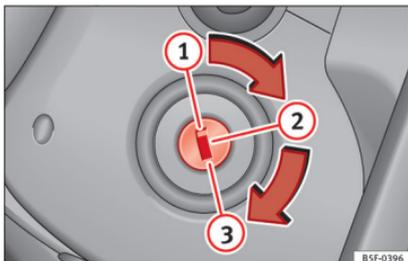

Abb. 159 Positionen des Zündschlüssels
- Drehen Sie den Zündschlüssel auf Position ① »» Abb. 159.
- Ziehen Sie den Zündschlüssel in Stellung ① »» Abb. 159 ab »» ⚠.